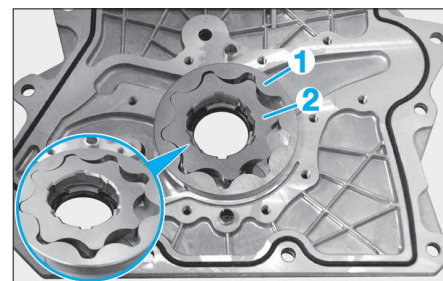

FIG. 23
- les pignons (1) et (2) (Fig.23).